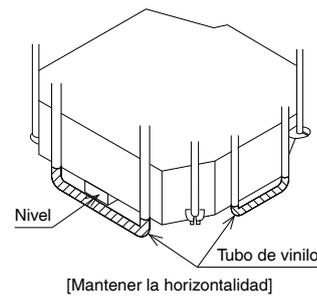

Fig. 13
(3) Ajuste la unidad a la posición derecha para instalación. (Consulte “4. PREPARATIVOS PREVIOS A LA INSTALACIÓN-(1)”)
- La guía de instalación (15) le permite revisar las posiciones desde el lado inferior de la unidad hasta la superficie del techo inferior.
(4) Revise que la unidad esté nivelada horizontalmente. (Consulte la Fig.13)